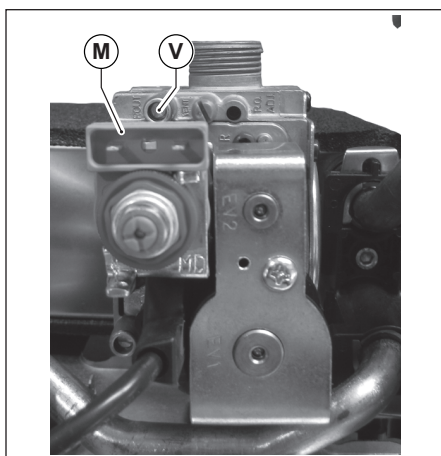

Fig. 25 Presa di pressione
- Collegare un manometro alla presa di pressione **V** (vedi Fig. 25 Presa di pressione).